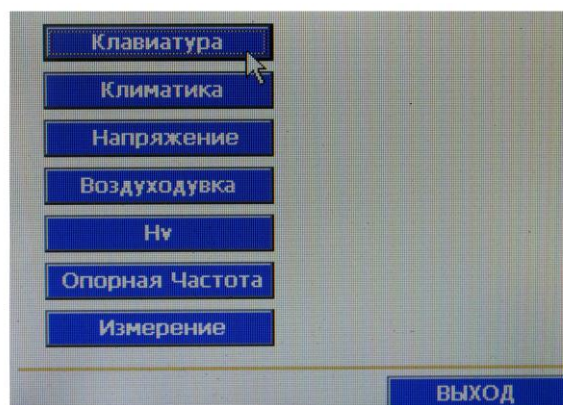

Рисунок 7. Очистка датчика от пыли.
3.3.1.1.3 Очистка датчика. Установите прибор на штатив с помощью гнезда, расположенного на тыльной стороне корпуса прибора. Включите режим «Чистка датчика». Убедитесь, что работает воздуходувка. С помощью винта прижима (8) (рис. 1) переместите датчик в положение очистки до появления зазора. Установите передний край щетки в порт очистки (рис.7). При этом чистящая поверхность щетки должна находиться с левой стороны и примыкать к рабочей поверхности датчика пыли. Установите щетку до положения, когда расположенная на ее ребре метка совпадет с поверхностью кожуха БР. Зафиксируйте щетку в данном положении на 20- 30 секунд для полного взаимодействия моющего раствора с загрязненной поверхностью датчика, а затем медленно извлеките щетку с другой стороны порта очистки. Большая чистящая поверхность, установленная на щетке, предназначена для удаления с датчика остатков моющего раствора. С помощью винта прижима переместите датчик в рабочее положение. Индикаторная шкала заполнения датчика пылью сдвинется вправо. При недостаточном смещении шкалы, описанный процесс очистки следует повторить.